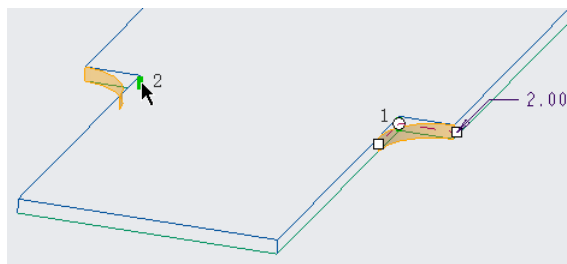

图 5-48 选择要圆角的两处边线
(3) 结合〈Ctrl〉键选择图 5-48 所示的两处边线。
(4) 在“倒圆角”选项卡中单击  (完成) 按钮。